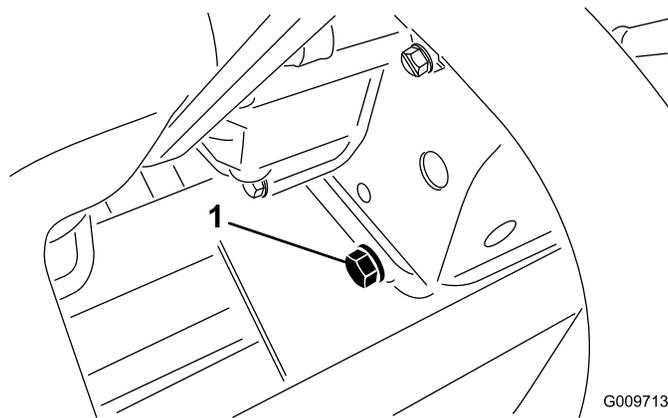

図 32
1. ドレンプラグ 図 32 を外してオイルを容器に受ける。オイルが抜けたらドレンプラグを取り付ける。